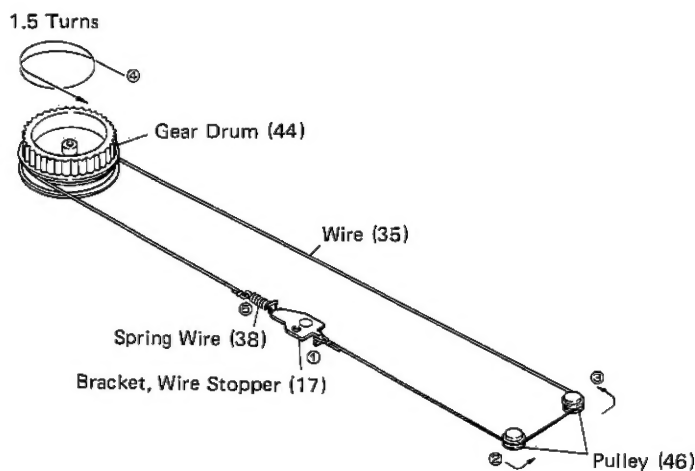

Figure 6-2
1. Stretch the wire in the numerical order — as shown in Figure 6-2.
1. Den Draht in der numerischen Reihenfolge wie in Abbildung 6-2 gezeigt spannen.
1. Tendre le fil dans l'ordre numérique comme l'indique la Figure 6-2.